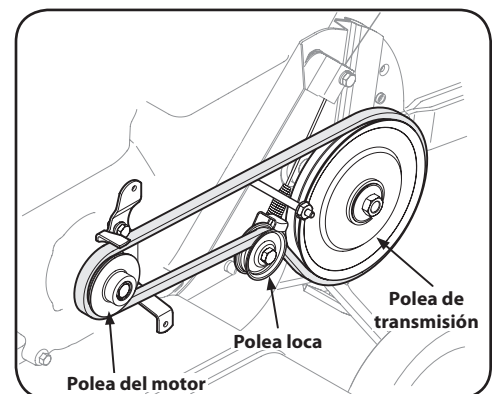

Figura 5-5
6. Para instalar la nueva correa, siga las instrucciones en orden inverso y consulte la Figura 5-5. Asegúrese de colocar el lado más ancho de la correa lejos de las poleas del motor y de transmisión.